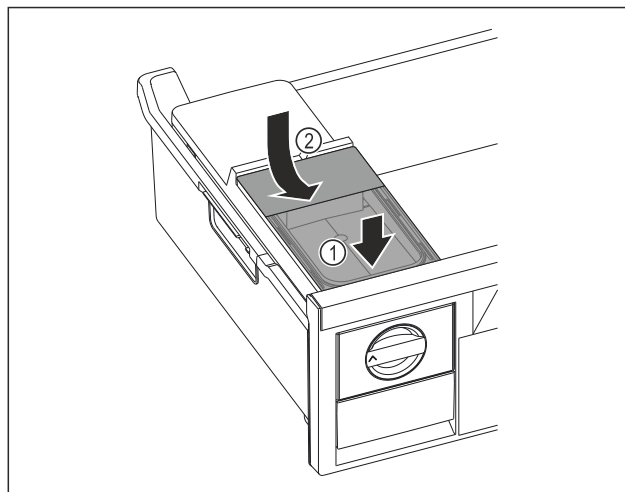

Fig. 152
- Collegare il serbatoio dell'acqua alla parte anteriore. Fig. 152 (1)
- Abbassare il serbatoio dell'acqua posteriore. Fig. 152 (2)